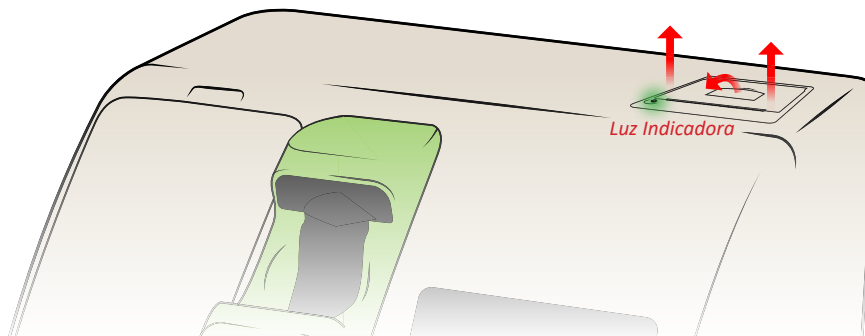

Figura 28
1. Puxe a alavanca da Figura 28 até libertar a tampa da posição de bloqueio.